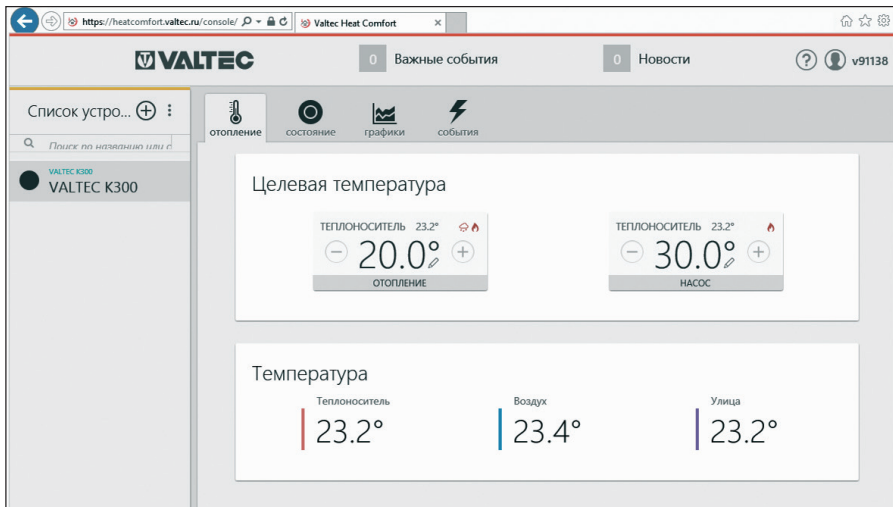

Рис.23
10.4. Web-интерфейс Valtec «Heat Comfort» (рис.23).